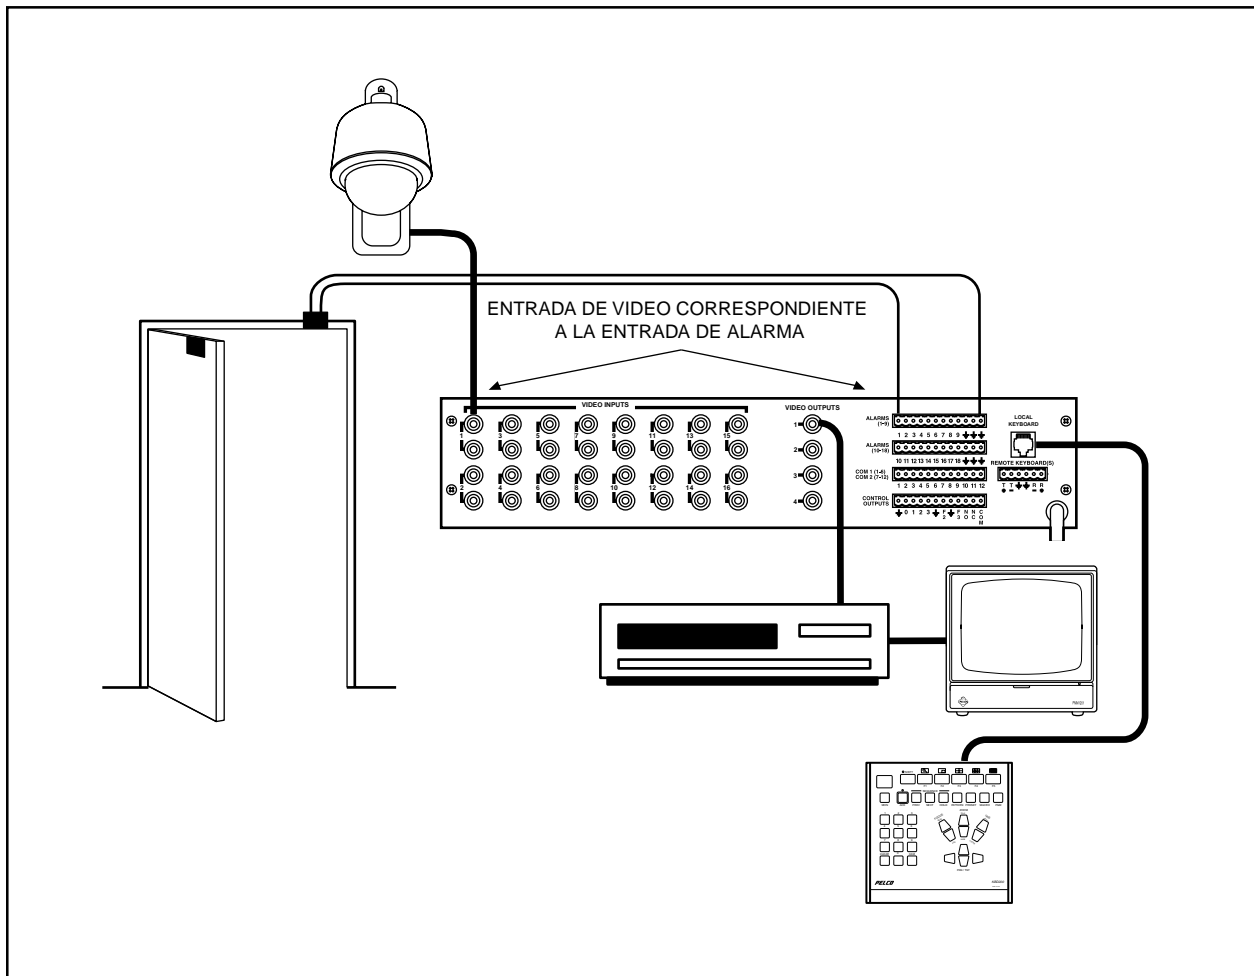

**Figura 17.** Diagrama de Cableado de los Receptores/Excitadores
1. Utilizando el conector de 12 pines (suministrado), conecte los cables desde el receptor/ excitador a COM 1 asegurando primero los cables al conector de 12 pines. Ver la Figura 17.